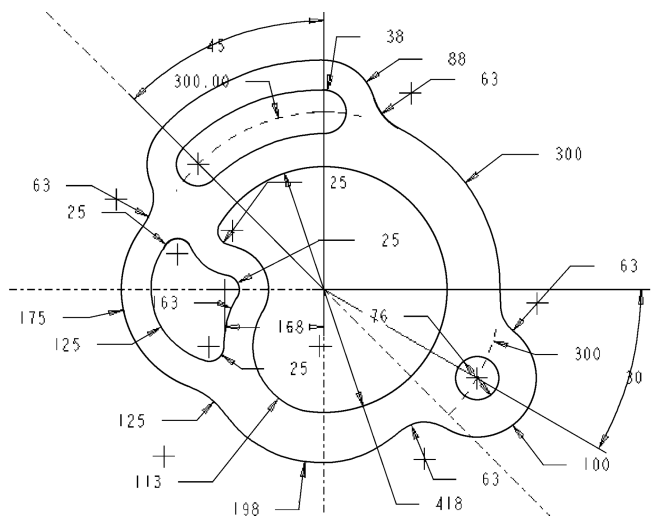

图 3-127 草绘练习 8
(8) 草绘如图 3-127 所示的图形, 并将所有尺寸加强。